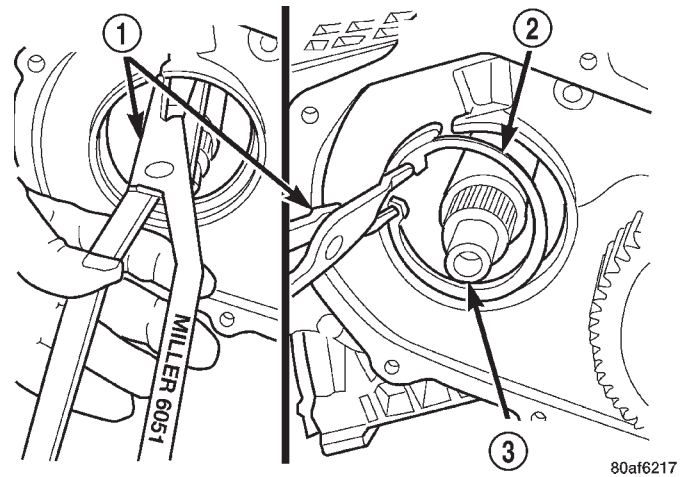

Fig. 53 Desmontaje del anillo de muelle de cojinete del eje de transferencia
(44) Con la herramienta 6051, retire el anillo de muelle del cojinete del eje de transferencia (Fig. 53).